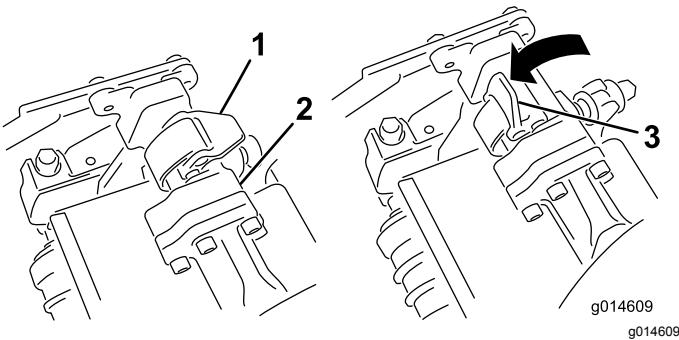

Figura 42
3. Con los enganches del brazo de suspensión orientados hacia arriba (es decir, abiertos (Figura 42)), empuje hacia abajo el brazo de suspensión de modo que la barra encaje en la barra situada en la parte superior de la unidad de corte (Figura 43).
| 4. Presione los enganches hacia abajo alrededor de la barra de la unidad de corte y bloquéelas (Figura 42). | |
4. Abra los enganches de la barra del brazo de suspensión de la unidad de corte que está retirando (Figura 42).